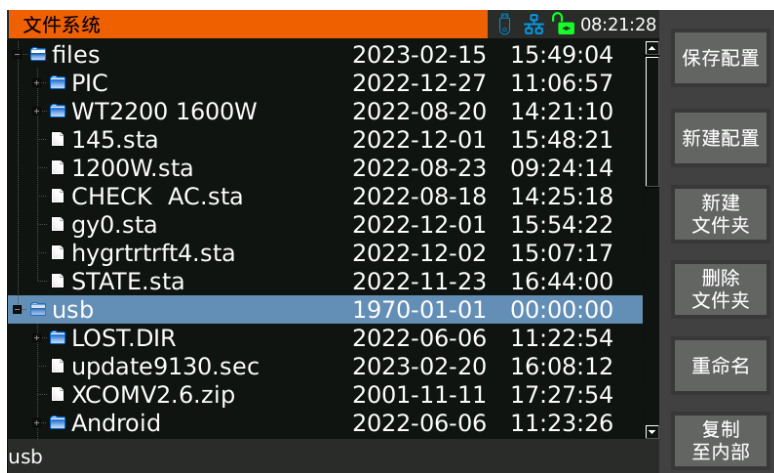

图 3-29 外部文件夹界面
2. 通过【▲】、【▼】键、旋钮或直接触摸来移动光标，实现选择内部文件 Files 和外部文件 usb，如图 3-29 所示。